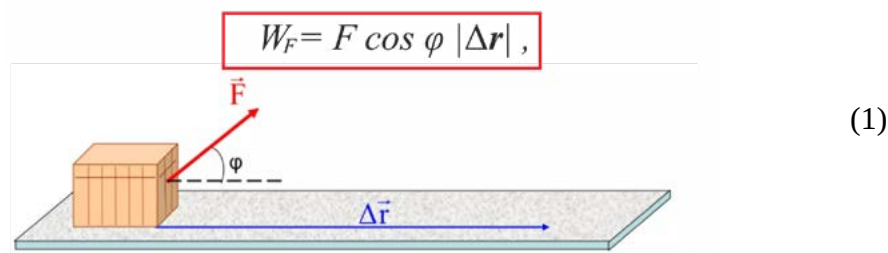

Figura 8.1. Trabajo realizado por una fuerza constante
El concepto de trabajo que realiza una fuerza constante se define como la componente de la Fuerza paralela al desplazamiento por la magnitud del desplazamiento y se mide en Joules (J). Por ejemplo en la figura 8.1 se muestra al vector fuerza que tiene dos componentes, una paralela y otra ortogonal al desplazamiento. Dada la definición establecida, únicamente la componente paralela al desplazamiento realizaría trabajo: